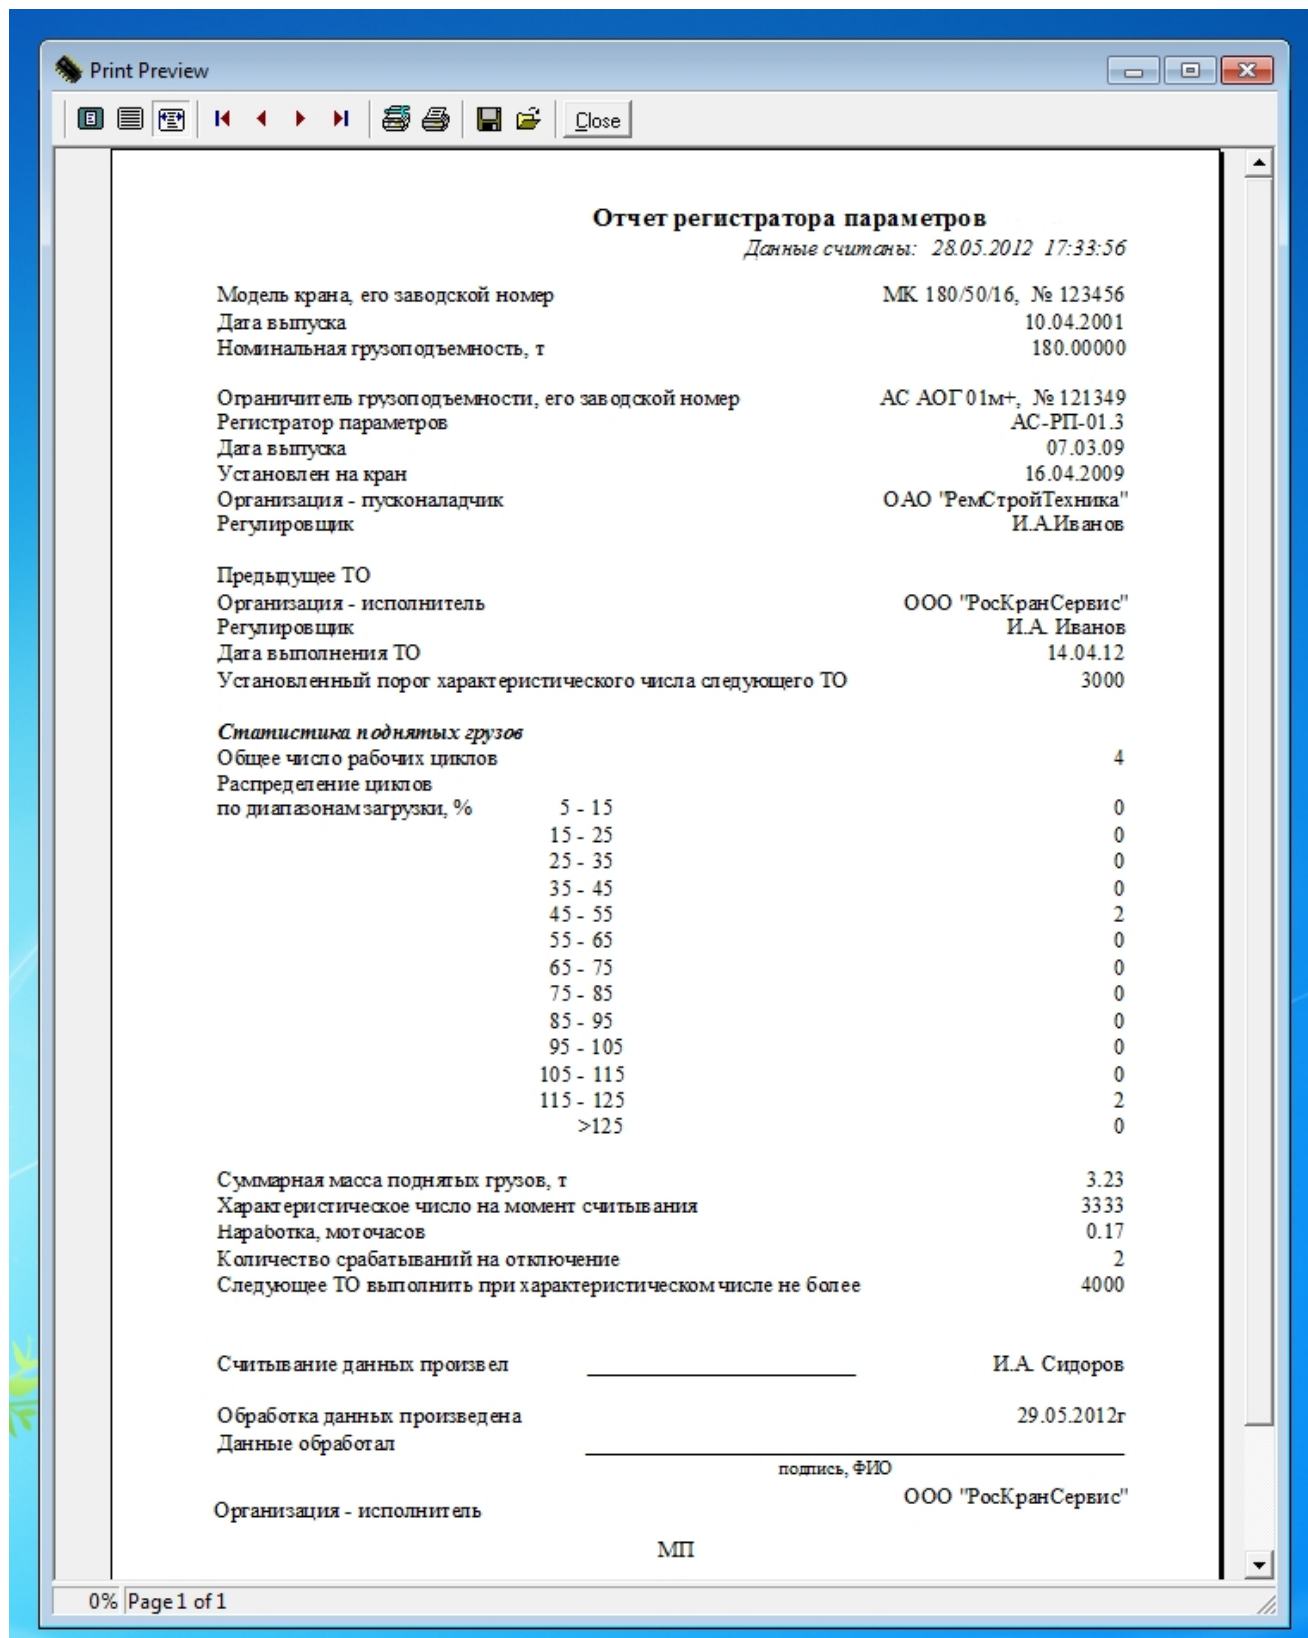

Рис.25 Отчет регистратора параметров
- полный отчет о данных, содержащихся в РП, в форме Рис.25